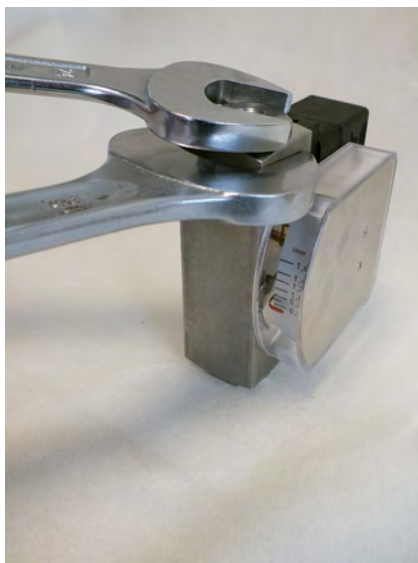

Abb. 43: Verschraubung (Ausgang) lösen
- 6.** Die Verschraubung (Ausgang) (Abb. 43) mit passendem Maulschlüssel lösen. Den Gerätekörper hierbei mit passendem Maulschlüssel gegenhalten